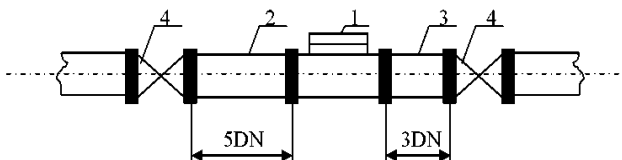

Рис. 3 Рекомендована схема встановлення лічильника
8.2. Лічильники необхідно встановлювати в місцях, зручних для зняття показань, технічного обслуговування і монтажу/демонтажу (рис.3). Обов'язковою умовою є повне заповнення трубопроводу водою під час експлуатації. Монтаж і введення в експлуатацію лічильників повинна здійснювати організація, яка має відповідний дозвіл та ліцензію